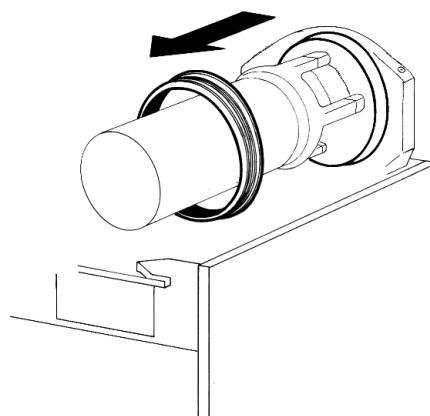

**figura 7**
**3** Sfilare dall'evaporatore la spirale esterna (vedere figura 6) e successivamente l'elica interna (vedere figura 7).